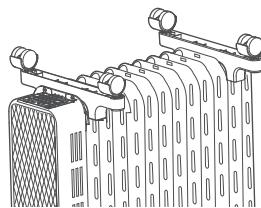

图2
3. 如图2所示，将带有万向轮的支脚安装槽对准并卡在第二个散热片上，另外一个支脚安装槽对准卡在倒数第二个散热片上。安装牢靠后再将取暖器放正，轮子着地即可。